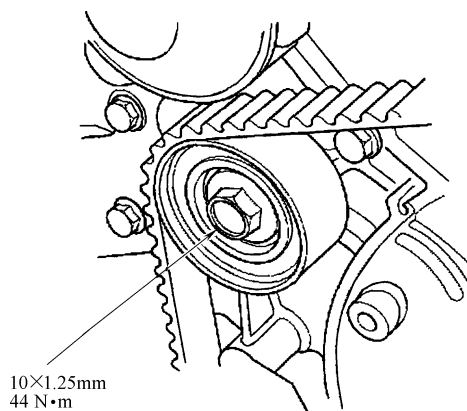

图 23-86 紧固惰轮螺栓
6) 如图 23-86 所示, 换用新的惰轮螺栓, 并把惰轮螺栓紧固至 $44\text{N} \cdot \text{m}$ 。